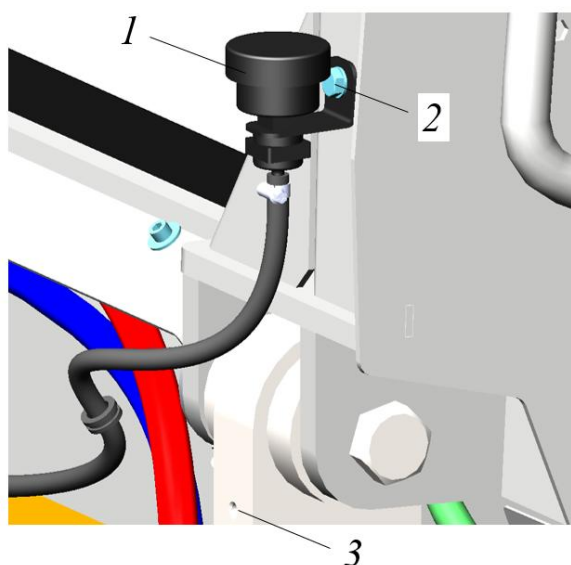

Рисунок 8. Сапун топливного бака
- Демонтировать сапун топливного бака 1 в сборе с кронштейном, предварительно открутив болт М10 поз. 2 (см. рис. 8).